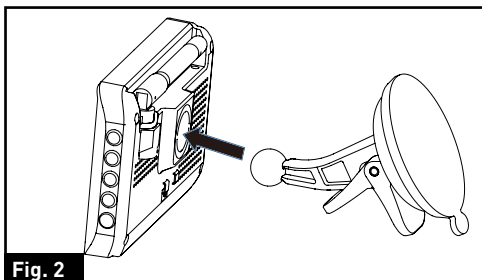

Fig. 2
4. Alinee el punto de señalización de la ventosa con la abertura en la parte posterior del monitor y presione firmemente hasta que quede bloqueado en su lugar. (Fig. 2)